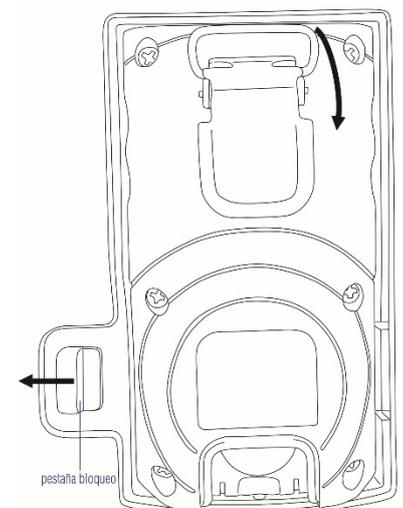

Fig. 16
- Para retirar el detector del dock, deslice la pestaña de bloqueo hacia la izquierda y levante el detector (Fig. 16).